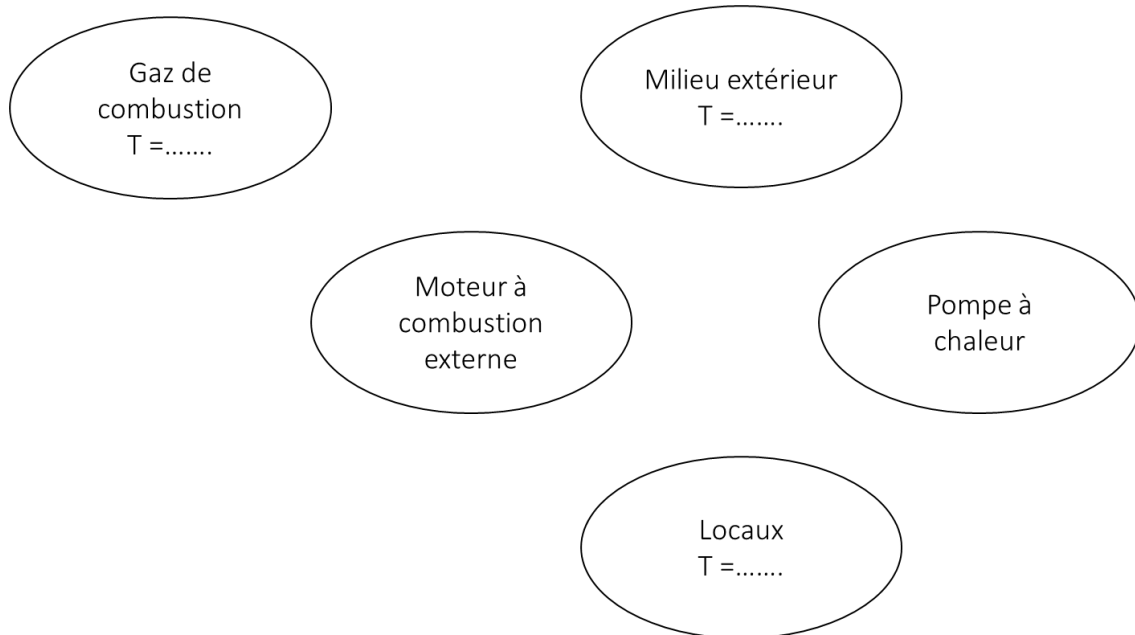

Figure 2 : Architecture du système de chauffage envisagé
L'architecture du système, ainsi que les paramètres principaux de fonctionnement, sont représentés sur la figure 2 en annexe.
1. Complétez la figure 2 en y faisant apparaître les températures et tous les échanges énergétiques affectés de leur signe.